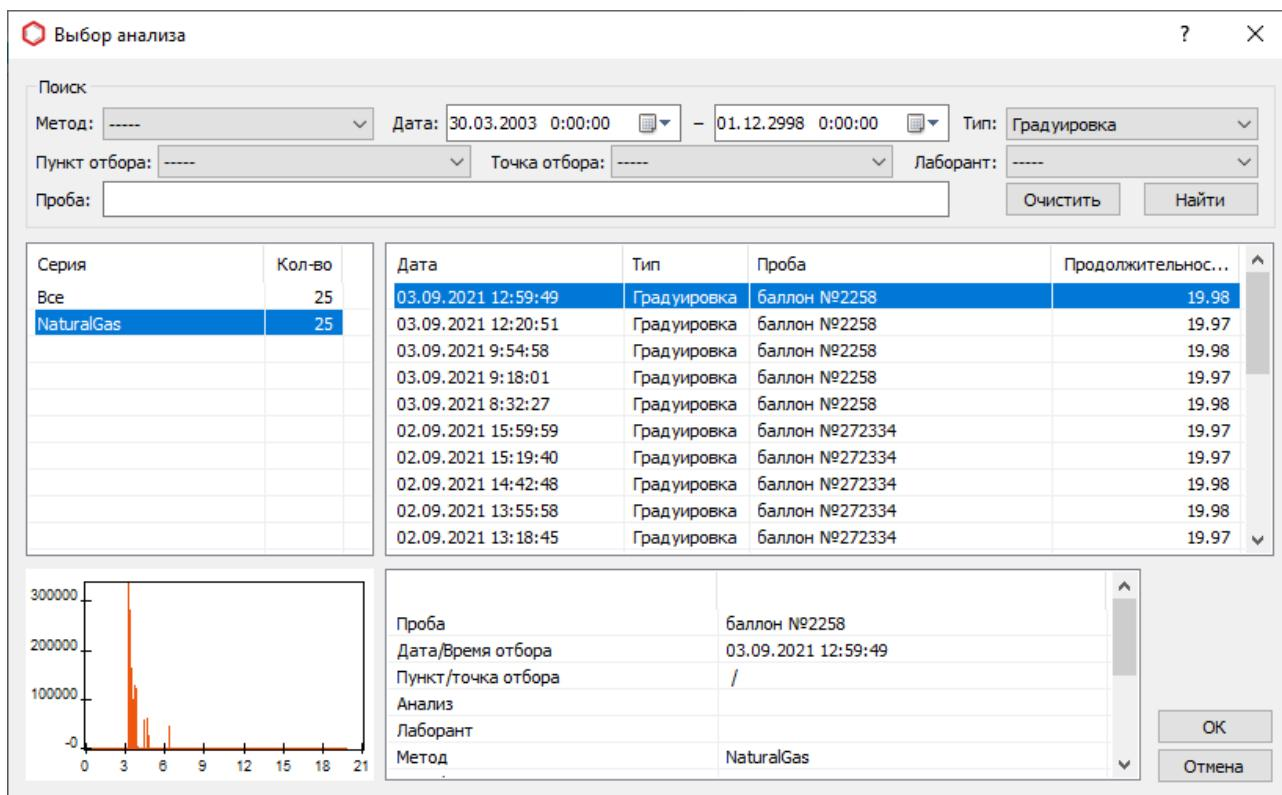

Рис. 40: Окно «Выбор анализа»
1. На панели управления нажмите Открыть. Эта функция также доступна в меню Хроматограмма. Откроется окно Выбор анализа (Рис. 40).